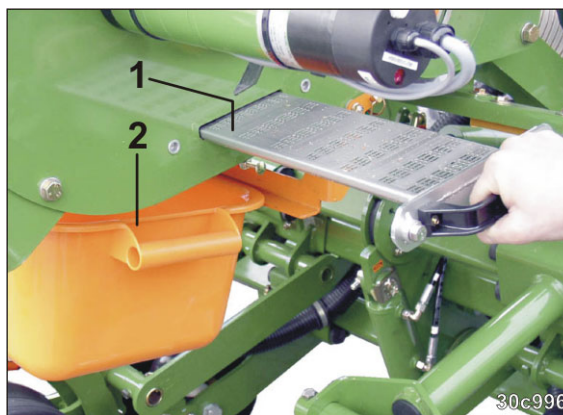

Fig. 260
6. Træk langsomt sispjældet (Fig. 260/1) ud af huset.
→ Såsæden falder ned i opsamlingskarret (Fig. 260/2).